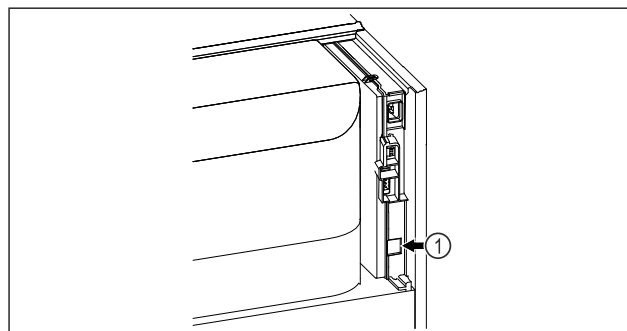

Fig. 99
- Vstavljen je SmartModule *Fig. 99 (1)*.